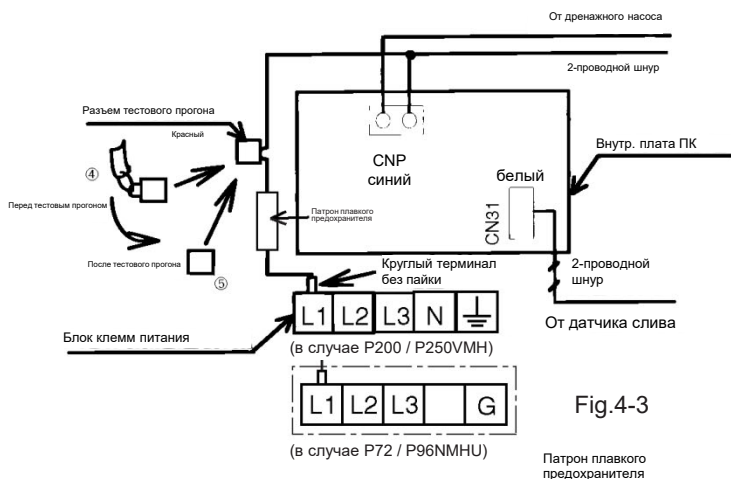

Fig.4-3
2. Подсоедините провода насоса к блоку управления внутреннего блока (Рис. 4-3)
- а) Подключите синий разъем 2-проводного шнура к CNP на внутренней плате управления насосом внутри блока управления и закрепите держатель предохранителя в указанном положении (Фото 4-4) внутри блока управления с помощью винта ⑩. Круглая клемма без пайки должна быть подключена к [L1] блока клемм питания.
- в) После завершения монтажа закрепите оставшиеся шнуры с помощью ленты ⑦.